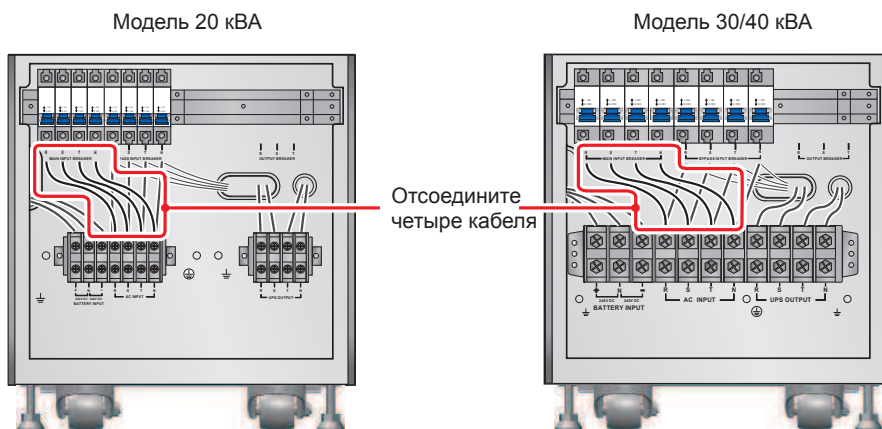

Рис. 6-6. Отключение четырёх кабелей, соединяющих блок зажимов сетевого входа с основным входным размыкателем
1. Удалите четыре кабеля, соединяющие блок зажимов сетевого входа и основной входной размыкатель (см. рис. 6-6). Подключите кабели сети переменного тока R, S, T и N к основному входному размыкателю.